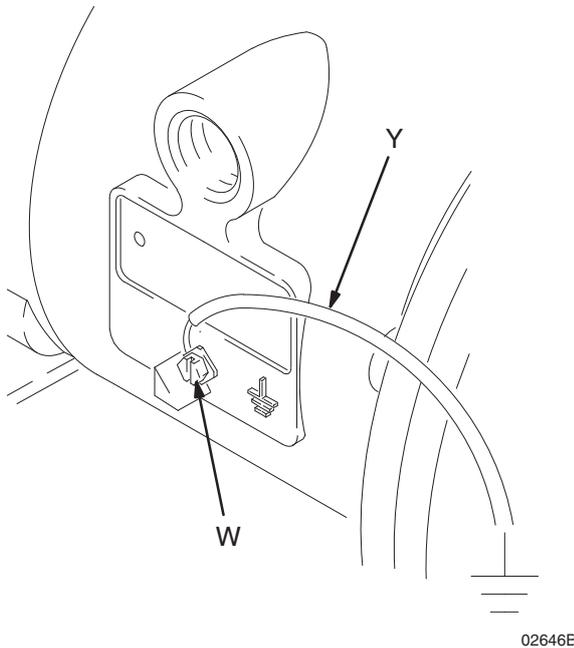

Рис. 1
- Насос. Подсоедините провод и зажим заземления согласно Рис. 1. Ослабьте винт (W) заземления. Вставьте один конец провода заземления (Y), сечение которого должно составлять не менее 1,5 мм2